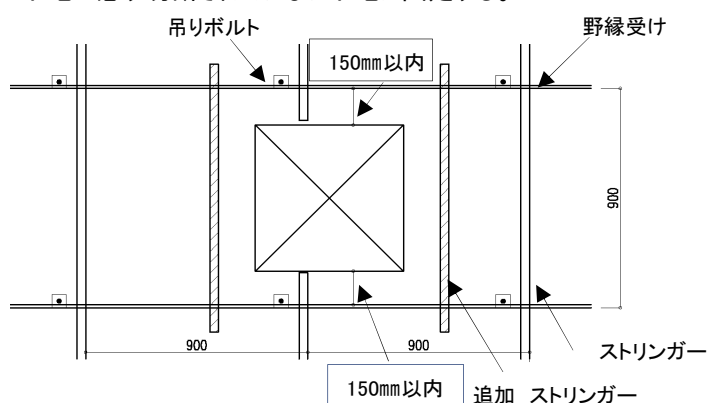

図 7-1 開口部の補強
- ・ 設備等の開口補強方法は下記による。（図7-1参照）
1) 照明器具等でストリンガーが切断される場合（図7-1参照）